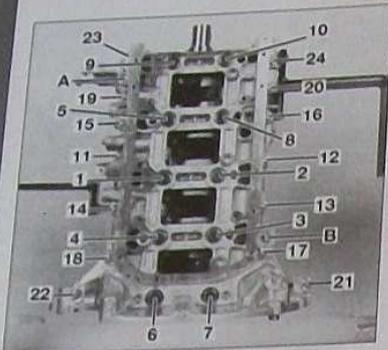

FIG.52
- Monter le carter de chapeaux de paliers de vilebrequin sur le carter cylindres en le centrant avec les 2 piges PSA 194.N en (A) et (B) (Fig.52).